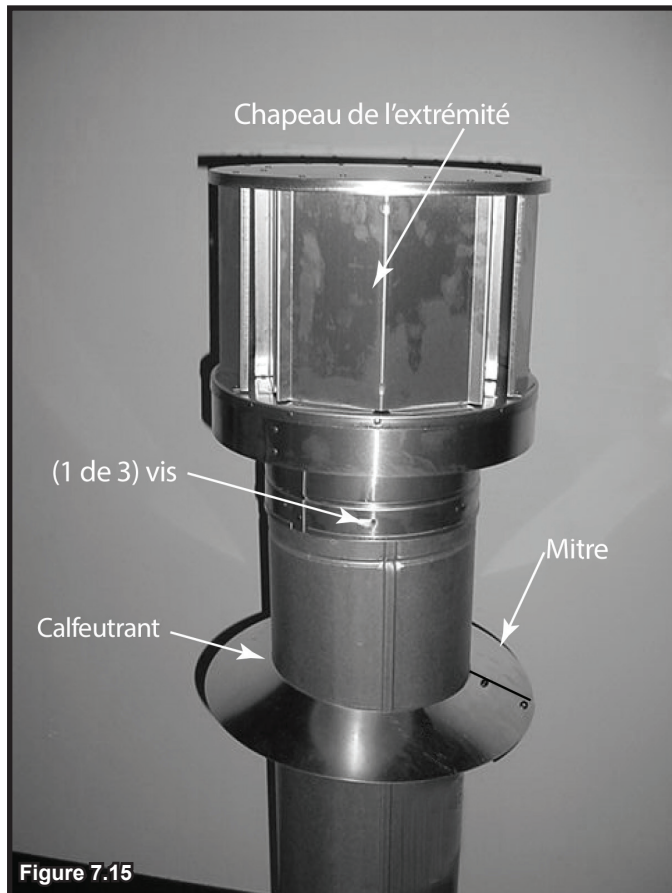

Figure 7.15
- Appliquez du calfeutrant autour de la partie supérieure de la mitre. Voir la figure 7.15.
- Attachez le chapeau de l'extrémité en introduisant les trois vis autotaraudeuses (fournies) dans les trous de guidage du col extérieur, jusqu'à l'extérieur de la cheminée du conduit (voir figure 7.15).